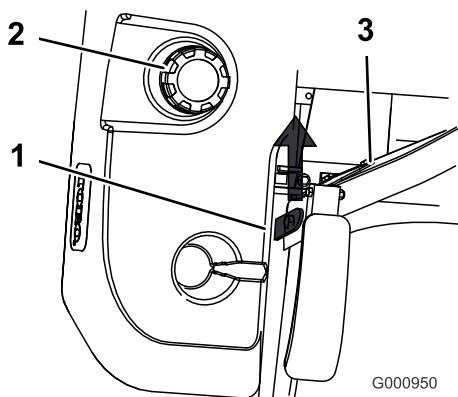

Figura 13
3. Levante el asiento (Figura 13).